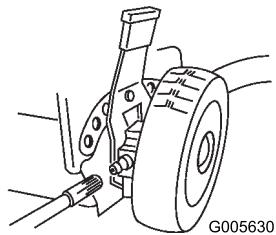

Figura 34
- Con un panno pulito tergete i raccordi di ingrassaggio sulle leve di regolazione dell'altezza delle ruote posteriori (Figura 34).